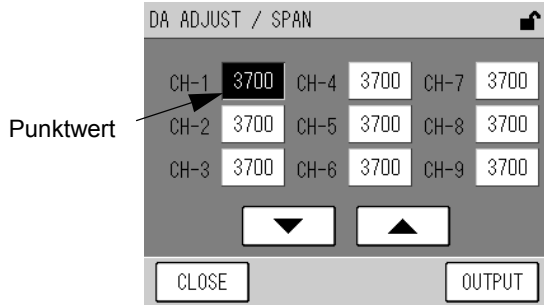

Fig. 57 DA ADJUST/ SPAN Fenster
- [SPAN]: Öffnet das Fenster DA ADJUST/ SPAN für die Endpunkt-Kalibrierung des analogen Ausgangs (Fig. 57 auf Seite 46).